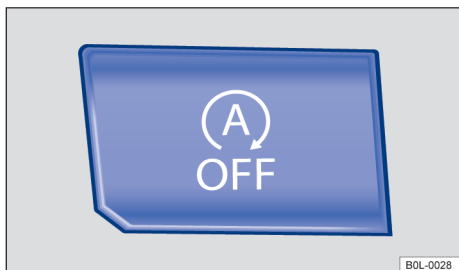

图 82 中控台上部：发动机自动起停系统的按钮
- 按下中控台上的按钮  → 图 82, 手动关闭该系统。发动机自动起停系统处于关闭状态时, 该按钮中的指示灯点亮。
- 再次按下中控台上的按钮  → 图 82, 重新激活该系统。